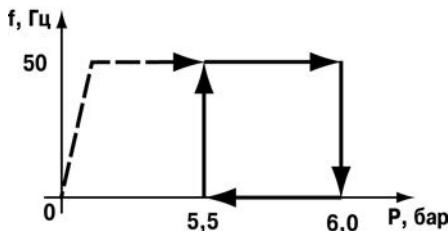

Рисунок 4.17 - Диаграмма алгоритма работы ПЧВ
4. Режим ожидания длится до снижения давления на уровень нижнего порога гистерезиса по давлению, после чего автоматически подается команда «ПУСК» и далее, по замкнутому циклу, от нижнего до верхнего порога гистерезиса, рисунок 4.17.